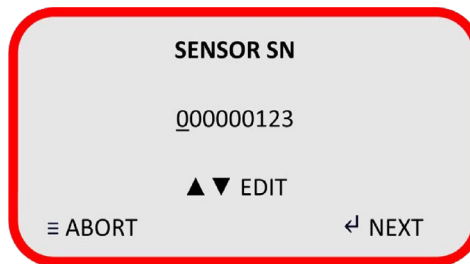

Abbildung 15. Anzeige der Sensor-Seriennummer
1. Verwenden Sie , um **Sensor SN=00000000** auszuwählen. Die Anzeige ändert sich wie unten in Abbildung 15 dargestellt.